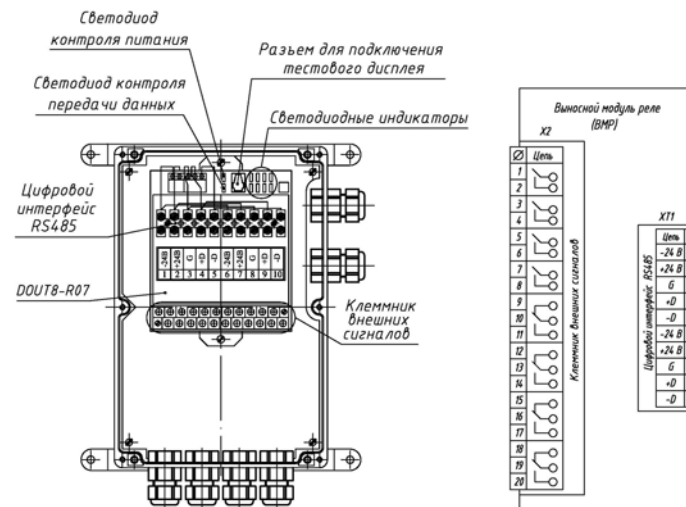

Рис. 2
На модуле дискретного вывода DOUT8-R07 установлены 8 светодиодных индикаторов (рис.2). Индикатор светится, когда состояние соответствующего вывода принимает значение ON. Реле при этом включено.
- Подключить кабель к разъему (ХТ1), установленному на корпусе модуля DOUT8-R07 в соответствии со схемой рис.2.